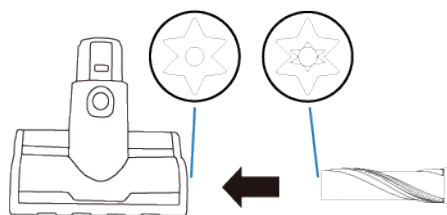

Figure 23
4. Réinsérer le balai à moteur dans l'accessoire Sidekick et l'aligner avec la poulie en étoile (Figure 23).